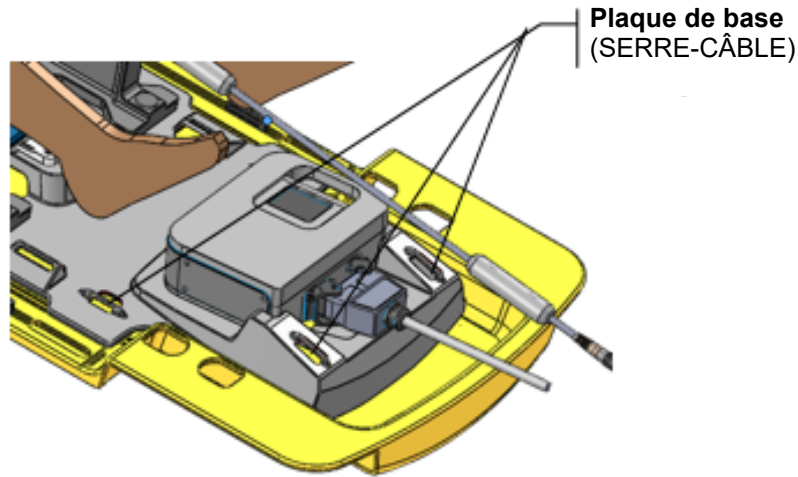
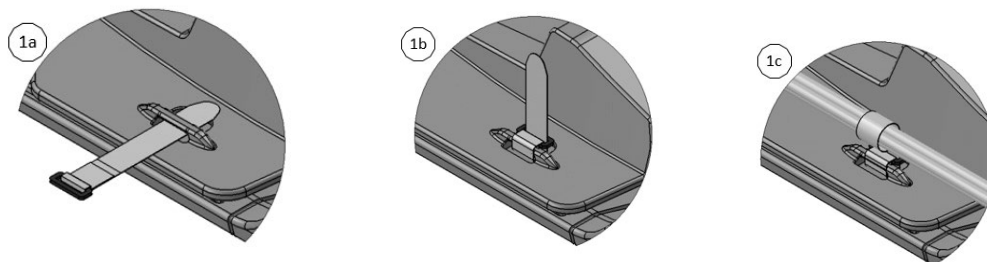

Figure 36 : Emplacement des sangles pour tubulures/câbles sur la plaque de base
Figure 37 : Fixation des sangles pour tubulures/câbles
5. Fixer deux sangles pour tubulures/câbles aux emplacements indiqués sur la *Figure 36* et en suivant les instructions de la *Figure 37*.